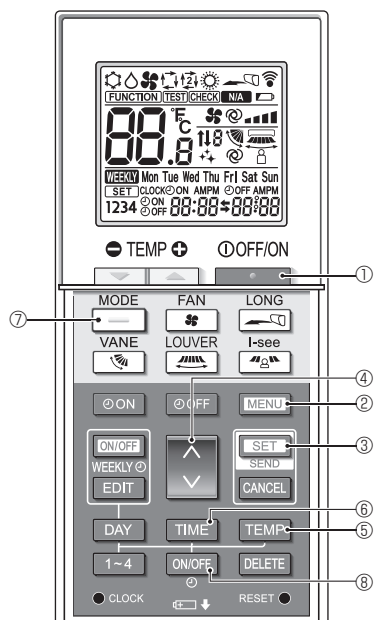

Fig. 6-5
3. Pulse el botón — 7. El modo de funcionamiento A) parpadea. (Fig. 6-5)